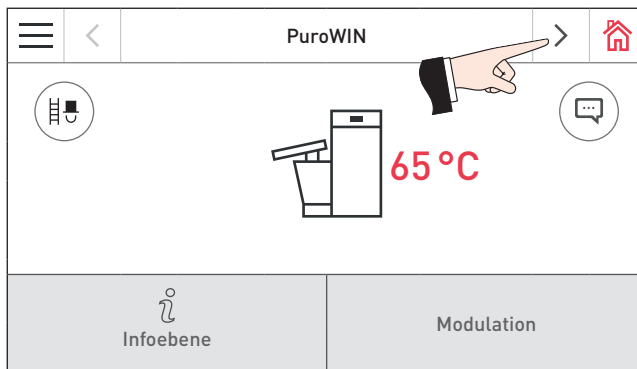

Fig. 29 Homescreen PuroWIN mit Direktschnecke
- ▶ Mit den Tasten < > (Fig. 29) oder durch „Wischen“ auf den Homescreen des Funktionsmodul Heizkreis wechseln – Fig. 30.